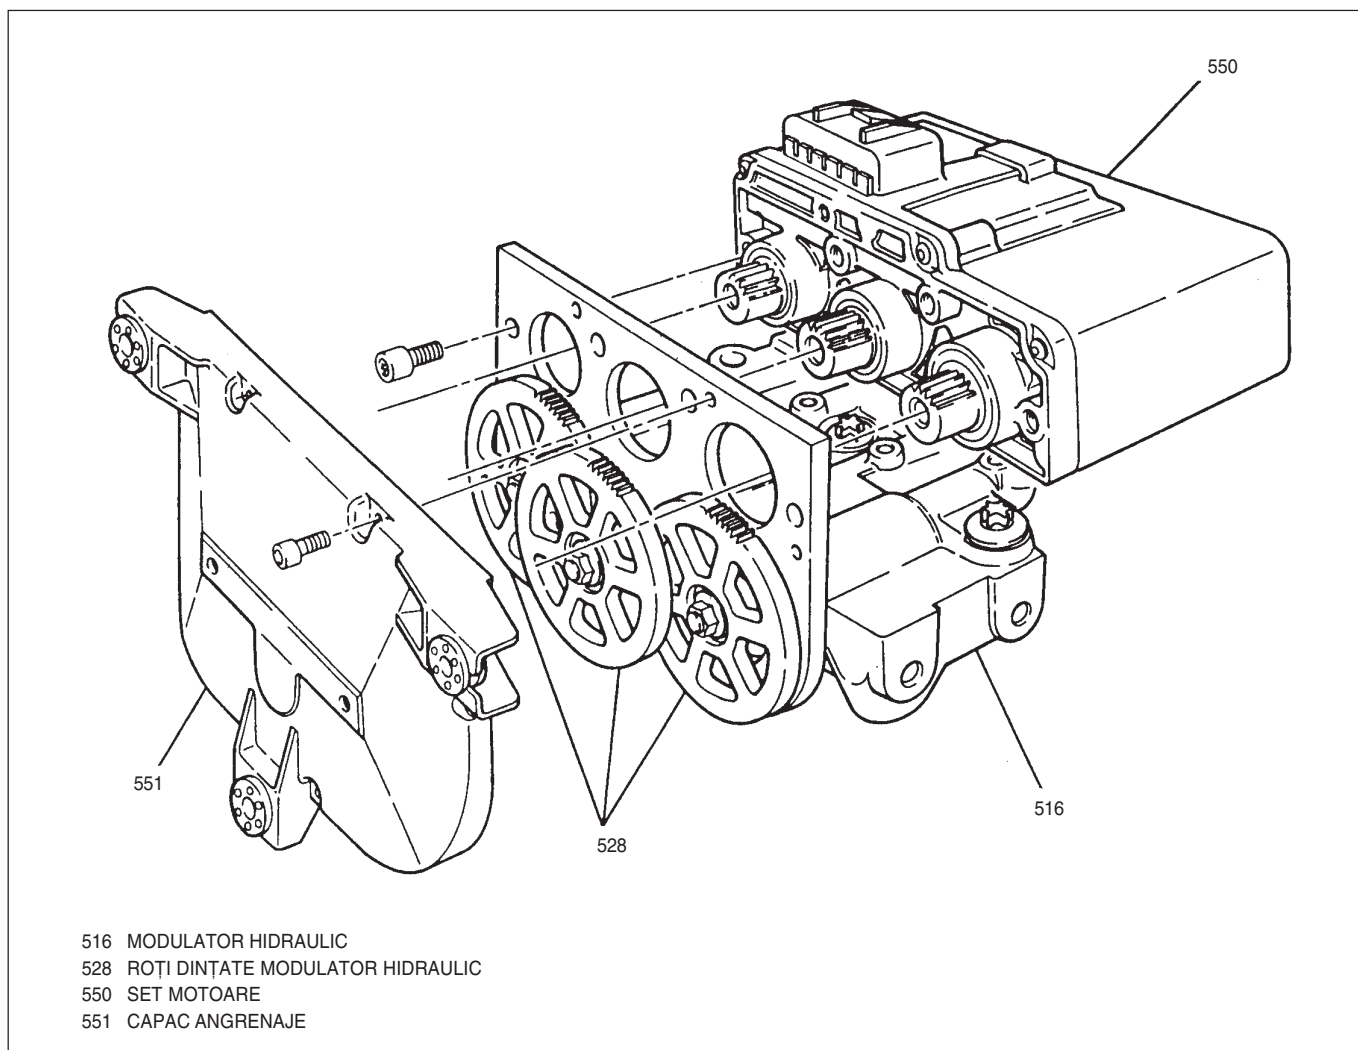

Fig. 42 Ansamblu modulator hidraulic/set de motoare - vedere pe componente
- Cele șase șuruburi cu cap Torx® ale capacului și capacul angrenajelor de la ansamblul modulator hidraulic/set de motoare (Fig. 42).
1. Cele șase șuruburi cu cap Torx® ale capacului și capacul angrenajelor de la ansamblul modulator hidraulic/set de motoare (Fig. 42).
2. Cele patru șuruburi cu cap Torx® ale setului de motoare și setul de motoare de la modulatorul hidraulic (Fig. 42).
2. Cele șase șuruburi cu cap Torx® ale capacului angrenajelor și capacul angrenajelor de la ansamblul modulator hidraulic/set de motoare (Fig. 42).
3. Cele patru șuruburi cu cap Torx® ale setului de motoare și setul de motoare de la ansamblul modulator hidraulic/set de motoare (Fig. 42).